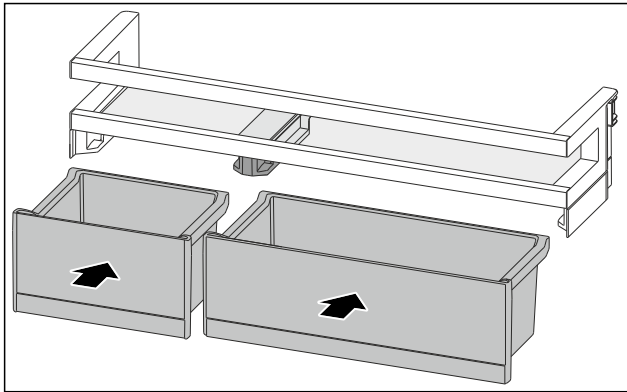

Fig. 191
- VarioBoxen in getauschter Anordnung einsetzen. (siehe Fig. 191)